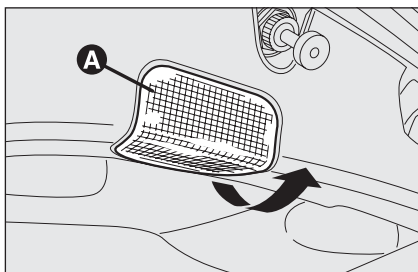

fig. 40
- estrarre la plafoniera **A-fig. 40** agendo nel senso indicato dalla freccia;